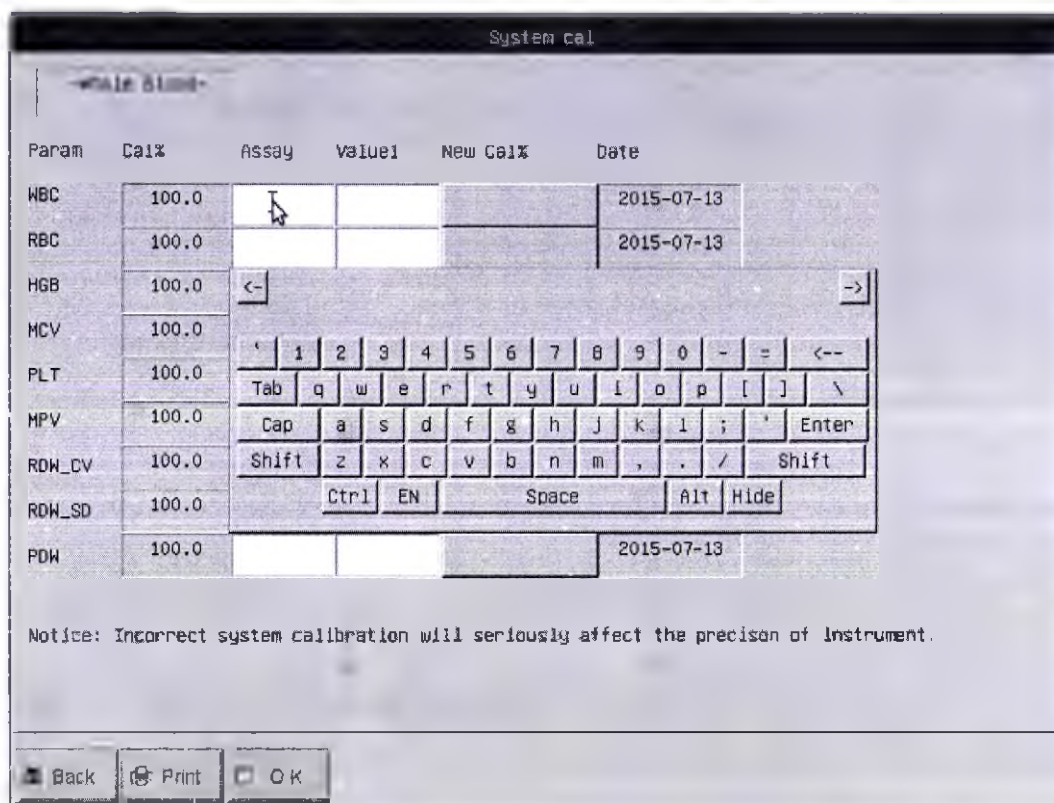

Рисунок 4-8 Ручная калибровка
- 4) Когда курсор выведен на экран ручной калибровки, нажмите "OK" для сохранения, или нажмите "Back" для отмены и выхода. См. Рисунок 4-8.